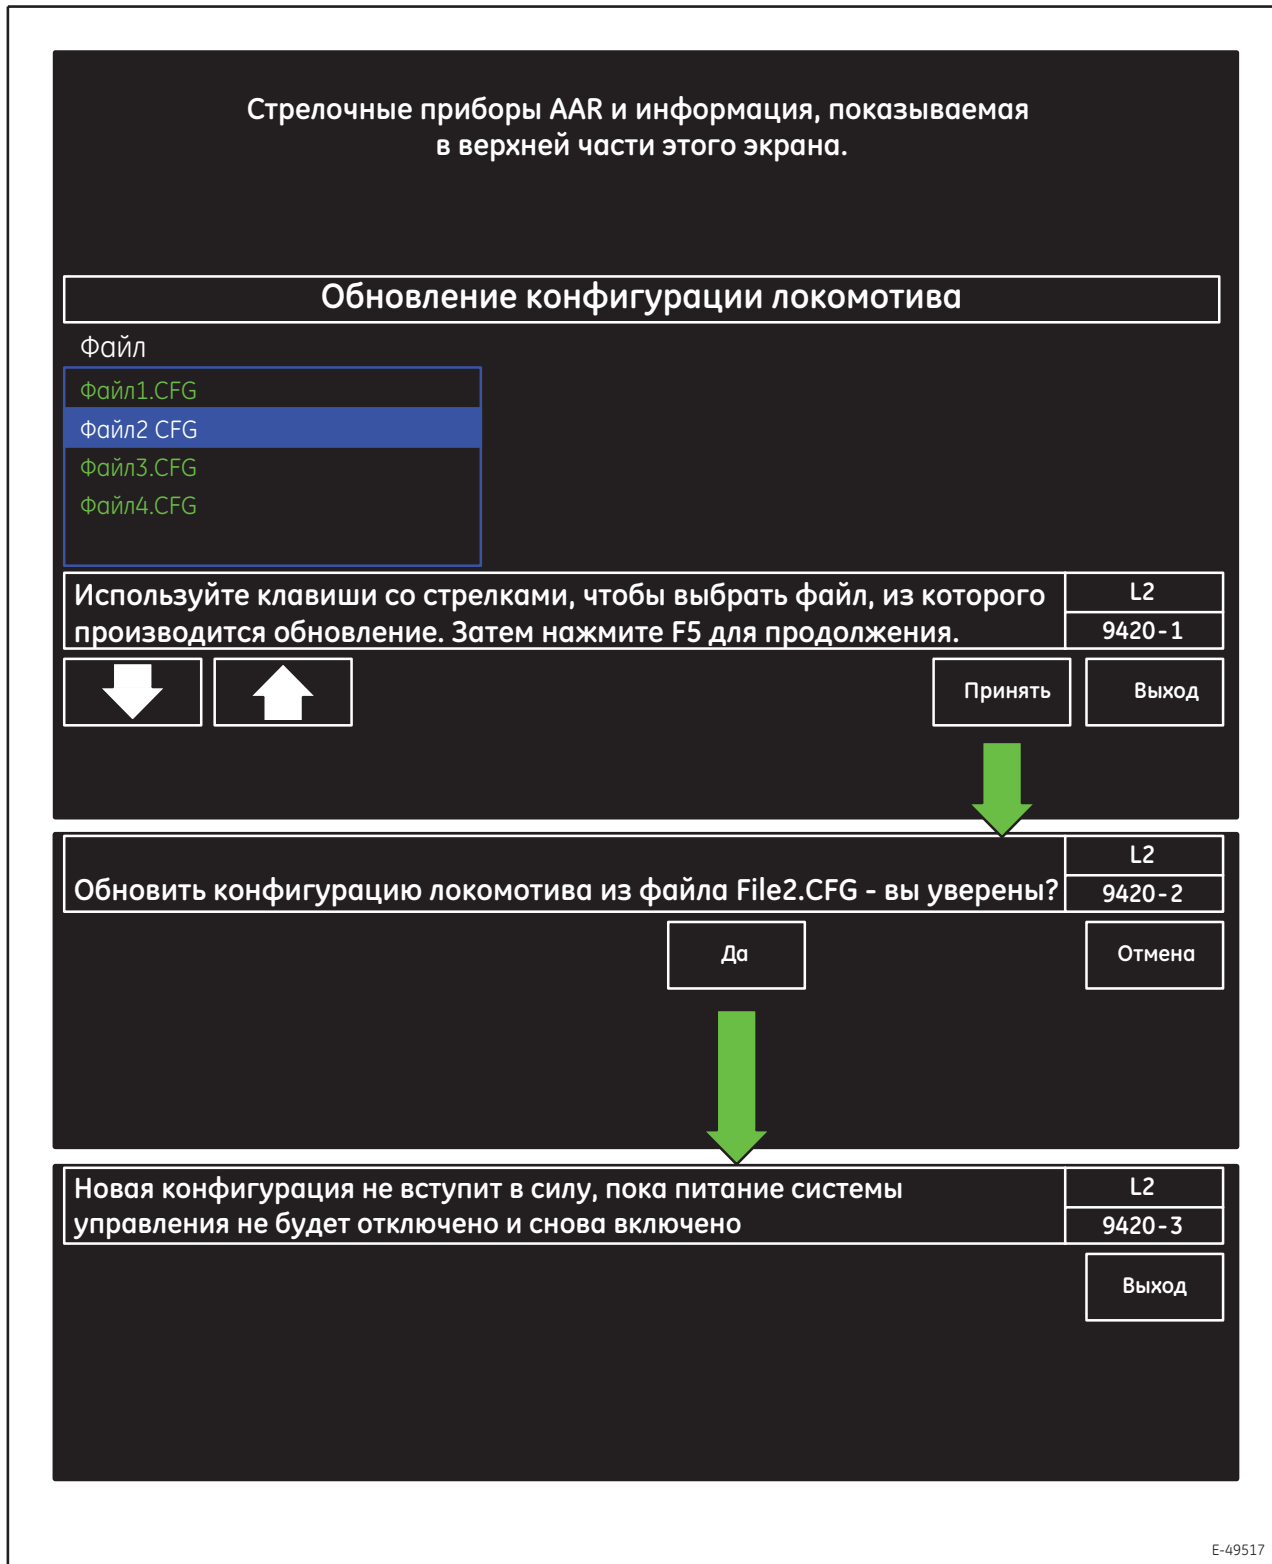

Рисунок 60. Типовой экран процесса обновления конфигурации локомотива
- Если найден один подходящий файл, отобразится экран обновления конфигурации локомотива, состояние подтверждения (9420-2, Рисунок 60).
- Если найдено более одного подходящего файла, отобразится экран обновления конфигурации локомотива, состояние выбора (9420-1, Рисунок 60).
Экран процесса обновления конфигурации локомотива (9420-1, Рисунок 60), состояние выбора:
3. Сенсорная клавиша F7 (**Accept**) (Принять) - отображает экран обновления конфигурации локомотива (9420-2, Рисунок 60), состояние подтверждения.
Экран процесса обновления конфигурации локомотива (9420-2, Рисунок 60), состояние подтверждения:
Экран процесса обновления конфигурации локомотива (9420-3, Рисунок 60), окончательное состояние: